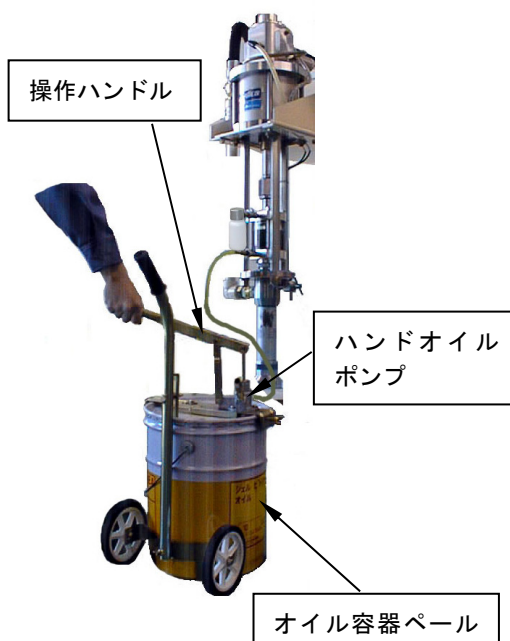

Fig.5.3
- 3) オイル供給ハンドポンプの操作ハンドルを上下動させて、カップの半分程度までオイルを充填してください。(Fig.5.3)